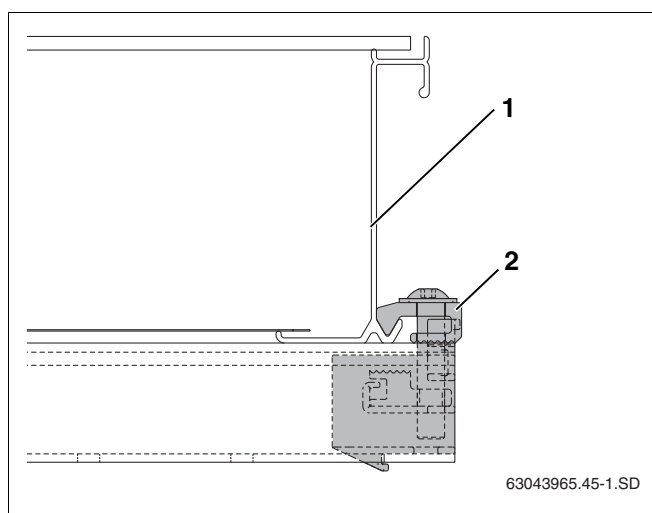

Fig. 44 Giunto di collegamento unilaterale per collettore dopo l'avvitamento
- Far scivolare con cautela il collettore (fig. 44, **pos. 1**) contro il giunto di collegamento unilaterale e allineare orizzontalmente.
- Avvitare il giunto di collegamento unilaterale con la chiave SW5 (fig. 44, **pos. 2**).
Il pressore (fig. 44, **pos. 2**) del giunto di collegamento fa ora presa sul bordo inferiore del collettore.